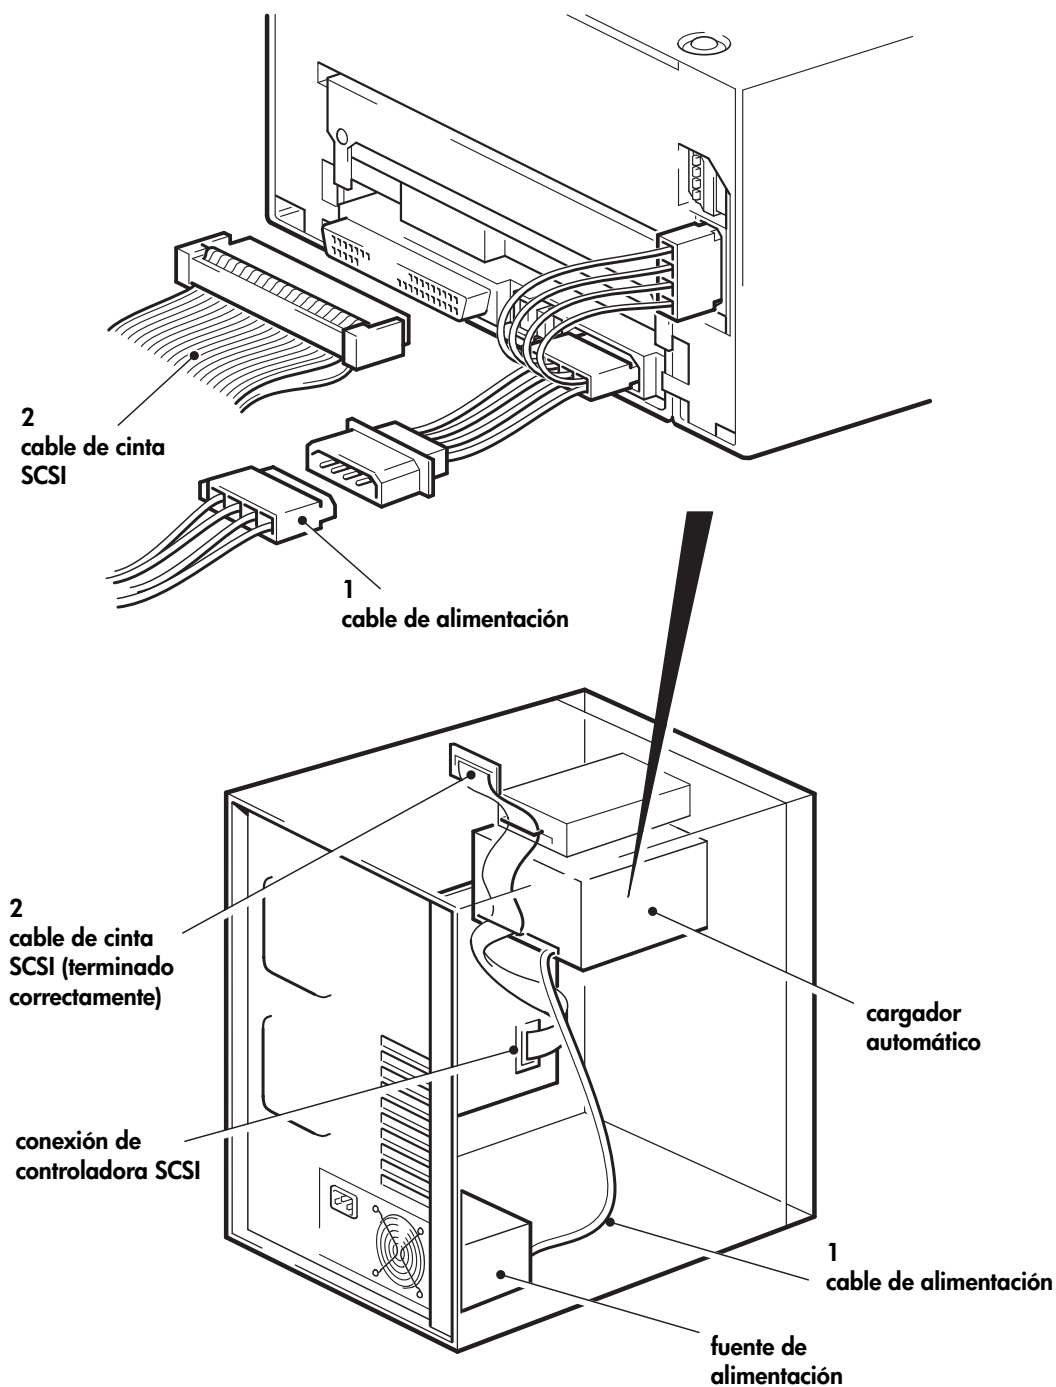

Figura 9: conexión de los cables de alimentación y SCSI
- 1 Conecte un cable de alimentación adicional desde la fuente de alimentación interna del servidor al extremo macho del cable en Y, como se muestra en la figura 9, elemento 1.
- 2 Enchufe un conector adicional del cable de cinta SCSI del servidor o HBA al conector SCSI de la unidad, como se muestra en la figura 9, elemento 2.
Por tanto, suponiendo que el HBA es el primer dispositivo del bus, deberá verificar que el segundo terminador está colocado después del último dispositivo, según se muestra en la figura 9, elemento 2.